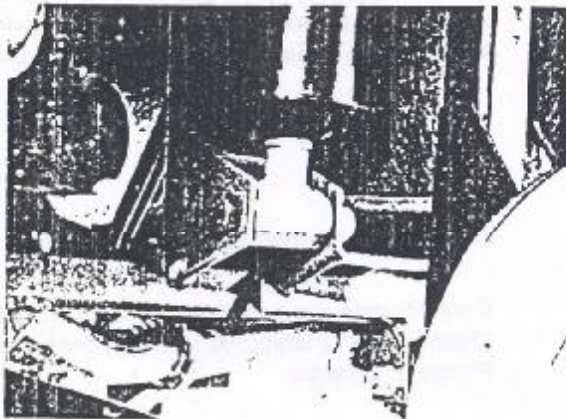

Figura 4.13.2 - Fixação do olhal inferior.
4. Remover a porca e o parafuso de fixação do olhal inferior do conjunto do "Spring Shock" ao suporte do chassis (Figura 4.13.2)
2. Instalar o parafuso e a porca de fixação do olhal inferior do "Spring Shock" ao suporte do chassis (Figura 4.13.2). Apertar a porca ao torque de 80 Nm.